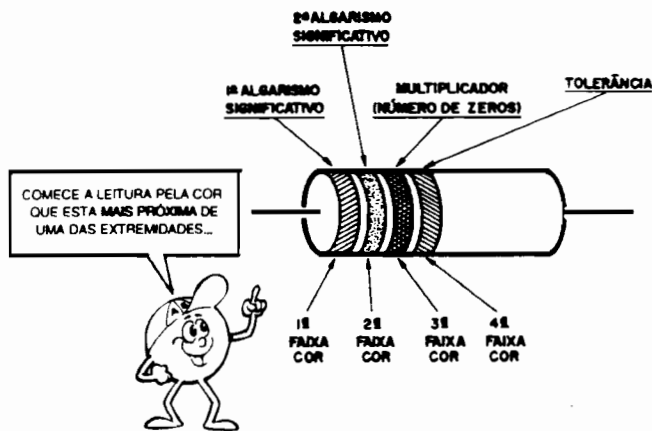

Fig.2
- **FIG. 2** - Nos resistores pequenos, o valor e a tolerância são indicados pelas faixas coloridas (ver a interpretação do código...).
A fig. 2 mostra (bem "ampliada", para facilitar as coisas...) o corpo de um resistor, com o seu código, (pena que ABC não seja a cores...) gravado em faixas ou anéis, que devem ser lidos ou interpretados **sempre** a partir da cor **mais próxima** a uma das extremidades do componente. A "leitura" deve ser feita da seguinte maneira: